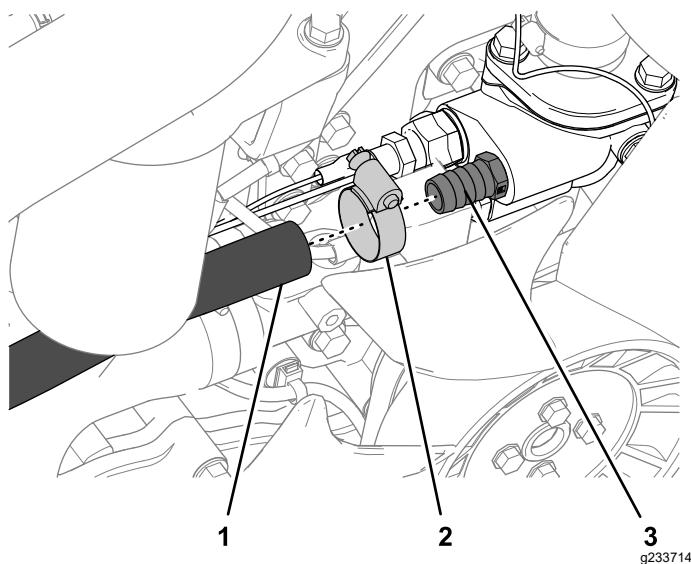

Figura 27
2. Coloque la abrazadera sobre el extremo de la manguera (Figura 27).
3. Inserte el acoplamiento recto en la manguera y sujetelo con la abrazadera ($\frac{1}{2}$ " a $1\frac{1}{4}$ "), como se muestra en la Figura 27.